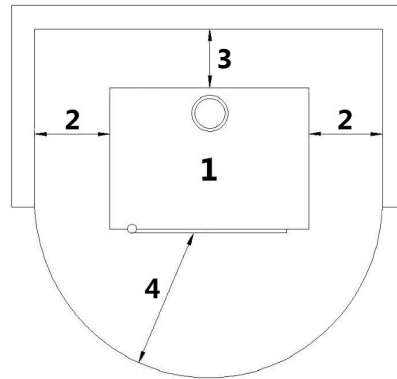

Fig. 27 - Montaje genérico
LEYENDA	Fig. 27
- Es aconsejable instalar la estufa separada de eventuales muros y/o muebles, con una cámara de aire mínima de 300 mm a los lados y de 200 mm a la trasera, para permitir un enfriamiento eficaz del aparato y una buena distribución del calor en el ambiente (véase Fig. 27).
- Si las paredes son hechas de material inflamable, hay que verificar las distancias de seguridad (véase Fig. 27).